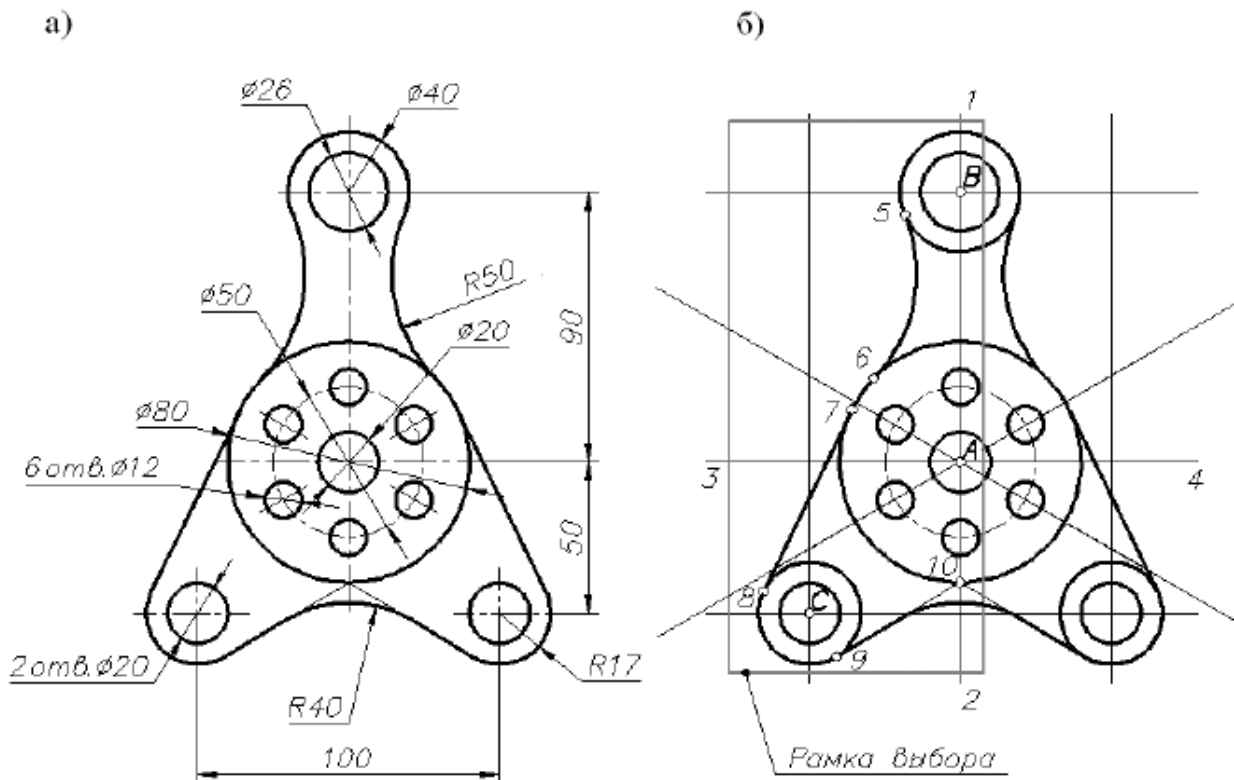

Рис. 6. Исходные данные к упражнению (а) и вспомогательные построения (б)
Задание 1. Построить изображение кронштейна (рис.6 а), используя команды редактирования.
2.2. С помощью команды *Подобие (Offset)* копируем их сдвигом (рис. 6 б). Горизонтальную линию на расстояние 90 мм вверх и на 50 мм вниз. Вертикальную линию влево и вправо на 50 мм.
Рамка выбора объектов условно показана на рис. 6 б. Протокол исполнения команды приведен ниже.